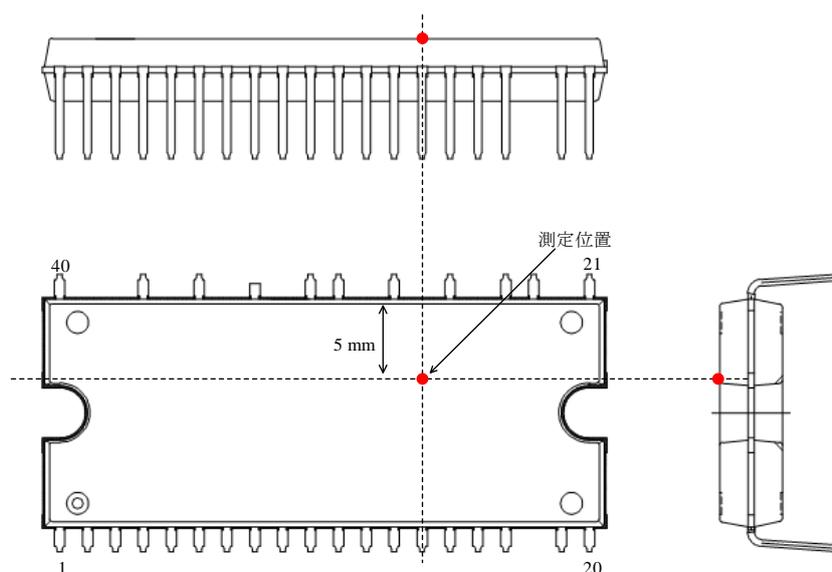

図 3-1 ケース温度測定位置
(1) ケース温度は図 3-1 で規定
(2) 内部スイッチング素子のジャンクションとケース間の定常熱抵抗（過渡熱特性は 15.2 項を参照）
(3) 内部フリーホイールダイオードのジャンクションとケース間の定常熱抵抗